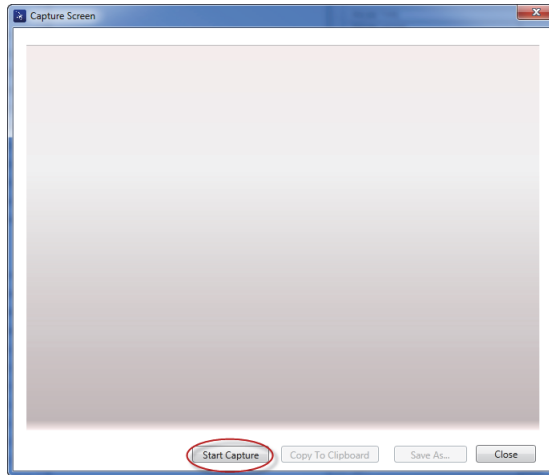

图 7-2 截取屏幕对话框
出现 **Capture Screen**（截取屏幕）对话框（参见第 172 页的图 7-2）。
4. 在 **Capture Screen**（截取屏幕）对话框中，点击 **Start Capture**（开始截取）（参见第 172 页的图 7-2）。